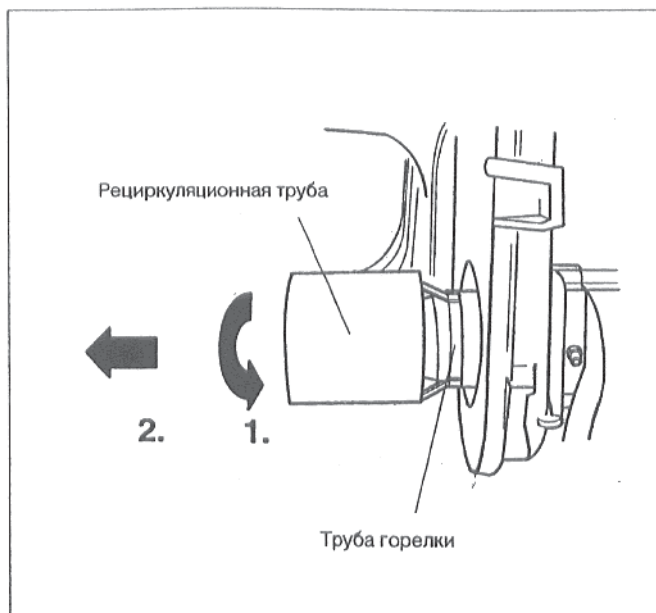

Рис.9
- Повернуть рециркуляционную трубу немного влево и затем снять (байонетный зажим, рис. 9).